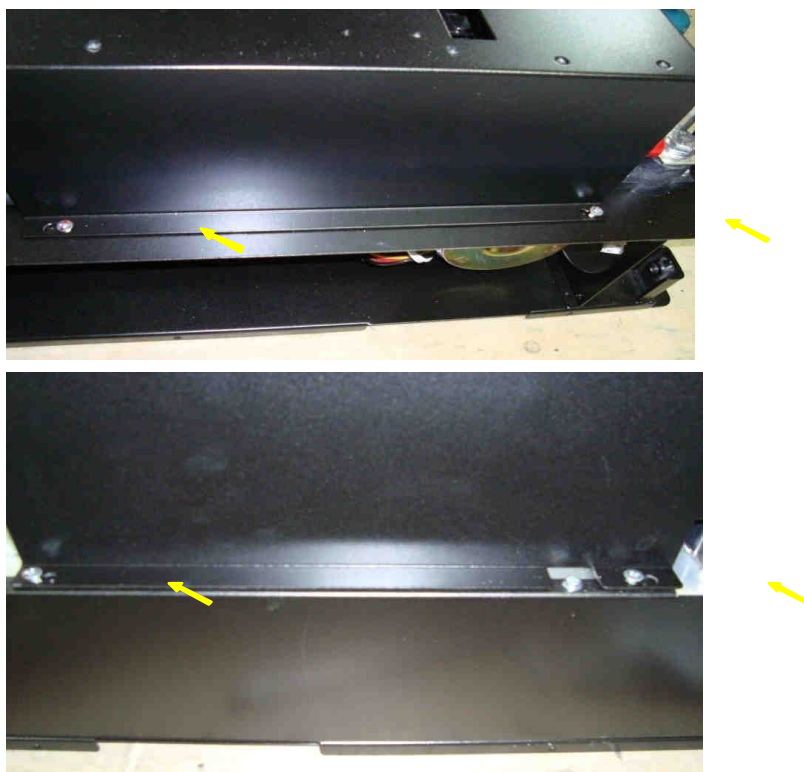

Рис. 7.18.
- установить блок конденсаторов в преобразователь, совместив фигурные отверстия с головками четырех винтов на корпусе (рис. 7.18);
- затянуть винты 4 шт. крепления блока конденсаторов к основанию корпуса (рис. 7.18).